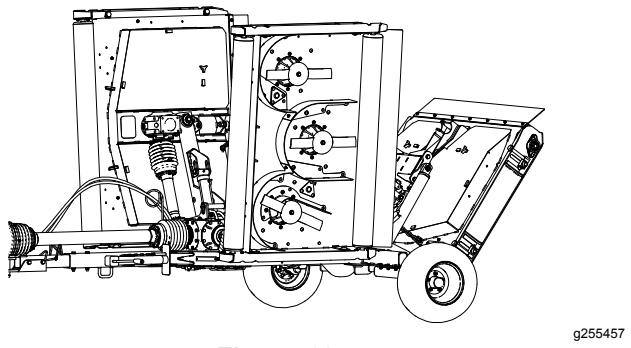

Figura 69
2. Eleve y cierre las carcasa del cortacésped, apague el motor y retire la llave (Figura 69).